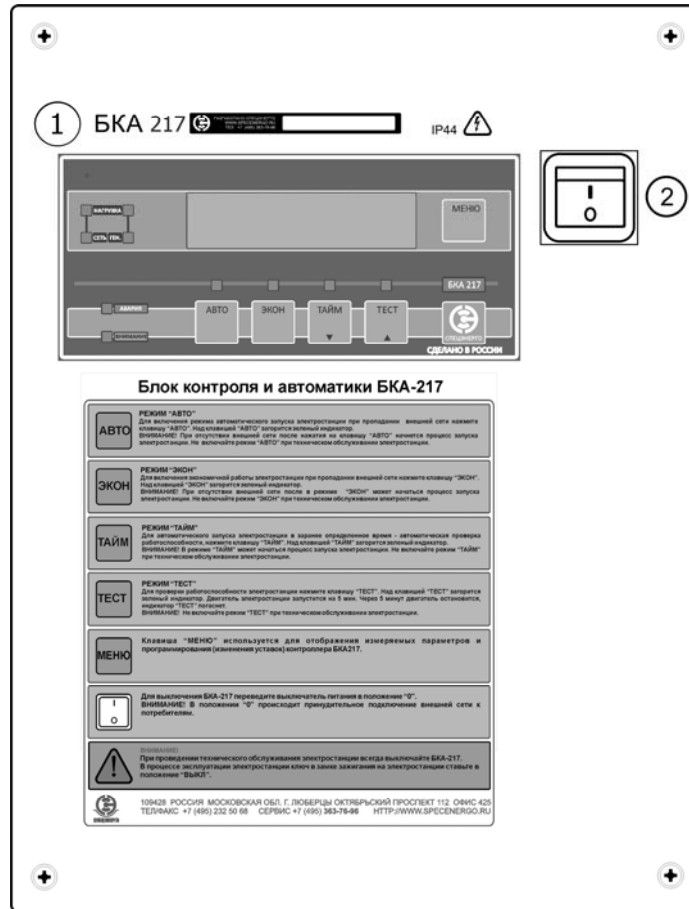

Рисунок 1
**1.2.2.2. Расположение органов управления и индикации контроллера управления (поз.1 рис.1) показано на рисунке 2 и таблице 2.**